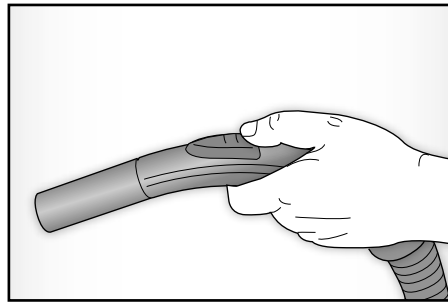

Fig. 5
La valvola dell'aria secondaria (O) si trova sull'impugnatura e viene utilizzata per regolare la forza d'aspirazione (FIG. 5).